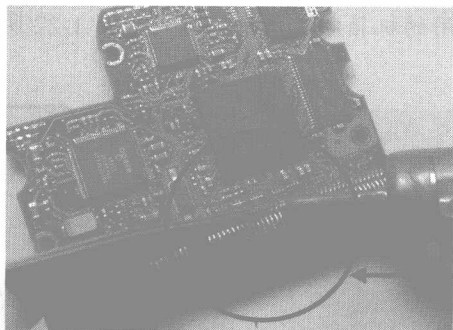

图 1-20
- ④⑫ 将准备好的跳线针插入 IDE 接口缺针处，然后使用热风枪将后面的引脚焊接到电路板的对应位置，如图 1-20 所示。
- ⑤⑬ 将电路板重新固定到硬盘上，然后将硬盘再次安装到机箱中，重装系统后故障排除。